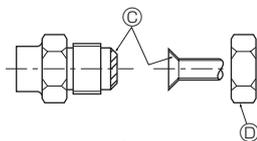

Fig. 4-1
A) (Fig. 4-1)
B) (Fig. 4-1)
### 4.2. Aansluiten van de pijpen (Fig. 4-1)